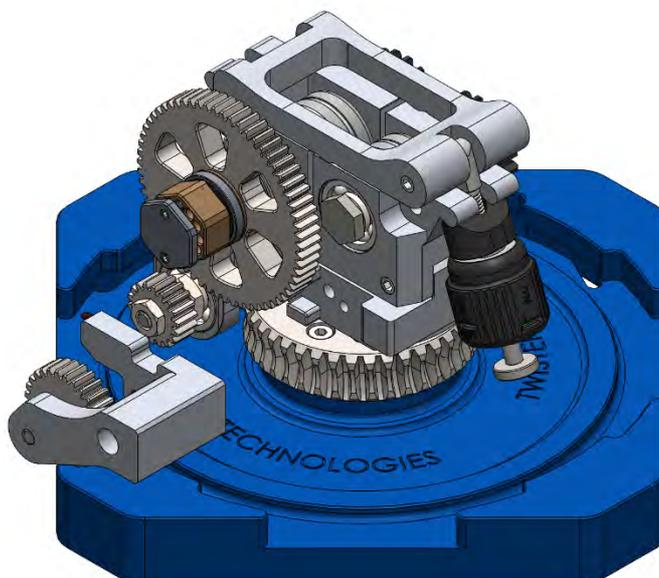

Figure 31
3. Retirez le module de rotation à remplacer. figure 31;